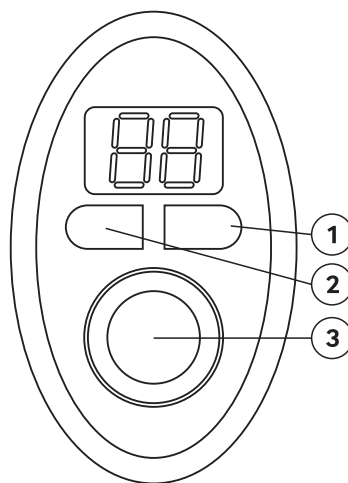

Рисунок 7: Панель управления
4.3 С помощью кнопок переключения режимов мощности 1 и 2 (рис. 7) выберите желаемую мощность нагрева, в зависимости от потребности в количестве горячей воды:
4.3.1 В процессе эксплуатации установите ручкой регулировки температуры 3 (рис. 7) желаемую температуру нагрева воды: